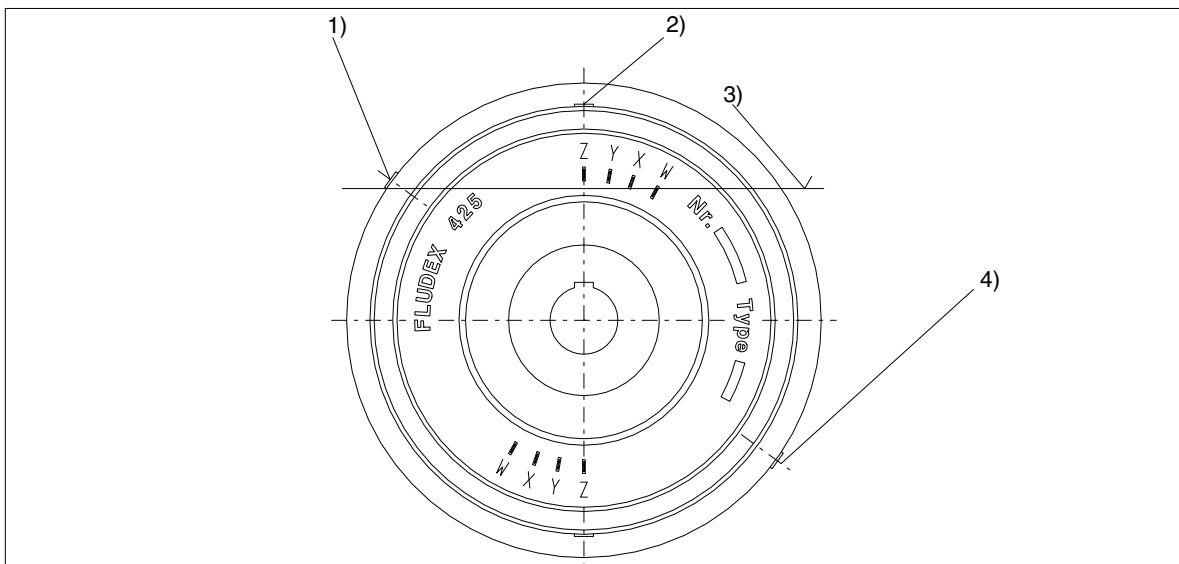

Bild 11: Einfüllung
Die Betriebsflüssigkeit ist durch ein Feinsieb (Maschenweite $\leq 30 \mu\text{m}$) an der Einfüllschraube (153), siehe Bild 11, einzufüllen. Nur diese Einfüllöffnungen sind mit einem Füllkanal versehen, der Schutz gegen unbeabsichtigtes Überfüllen bietet. Zur besseren Entlüftung des Innenraumes sollte die im Außenflansch eingesetzte Verschluss-Schraube / Schmelzsicherungsschraube (163) oder die zweite Schmelzsicherungsschraube (103) herausgedreht werden. Sie ist in einem geeigneten Winkel versetzt angeordnet, so dass im Falle einer drohenden Überfüllung die Überschussmenge dort auslaufen kann.